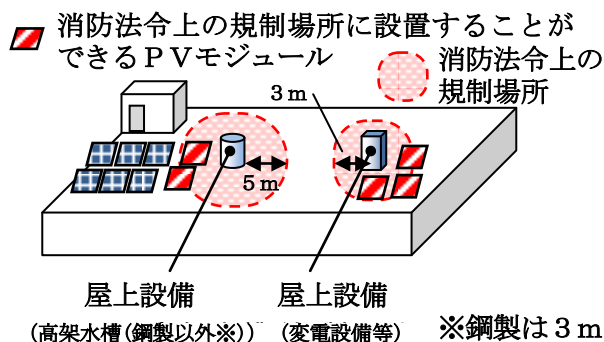

図3 一定の条件を満足するPVモジュールの設置
(3) 消防法令上の規制場所へのPVモジュールの設置（図3参照）